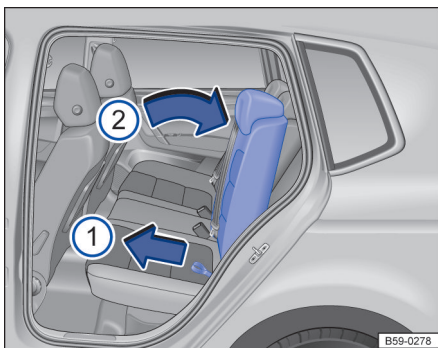

图 83 调节后排座椅靠背
- 用一只手扶住右侧或左侧后排座椅靠背，同时用另一只手拉起相应的拉环→图 83①。
- 克服弹簧力用手将后排座椅靠背移到所需位置②。